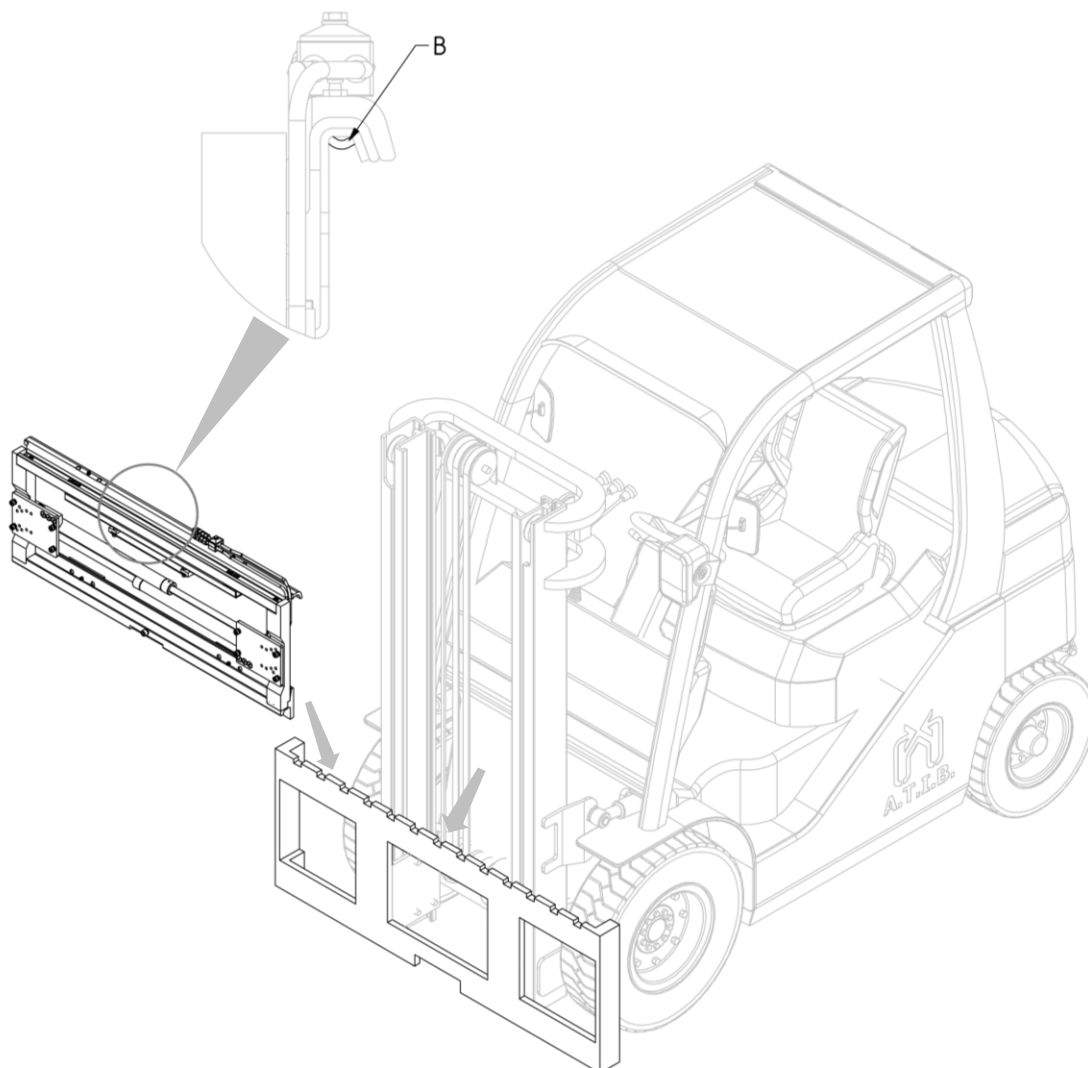

Figura 11
6. Agganciare quindi l'attrezzatura con un carrozzone o un paranco di portata sufficiente e posizionarla sulla piastra porta forche, avendo cura di incastrare il dente di centraggio **B** nella tacca centrale della piastra (vedi *Figura 11*).